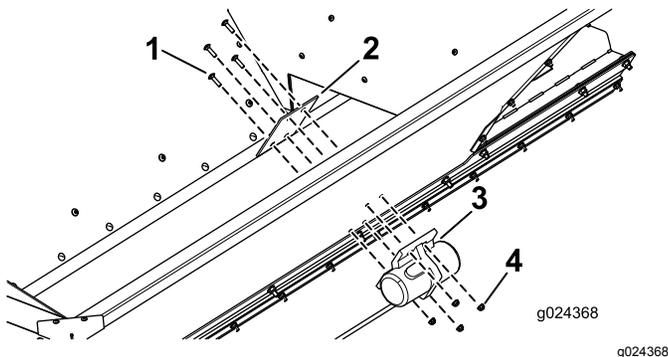

図 7
2. 取り付けプレートとバイブレータをホッパーに固定するキャリッジボルト4本とナット4個を使用し、図 7に示すように取り付ける。